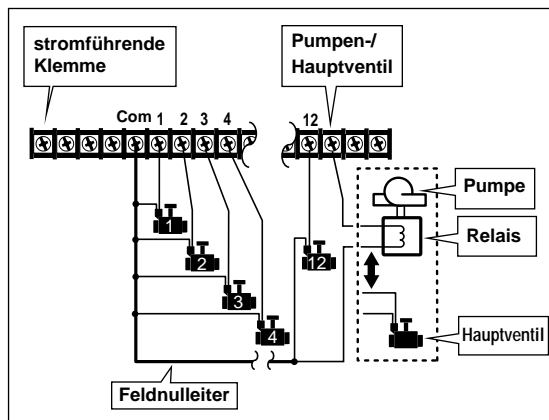

Abbildung 8 - Schaltdiagramm für den Anschluß der Feldkabel
1. Um einen Feldnullleiter herzustellen, das weiße Kabel an einem der beiden Kabel jede Regnermagnetventils und an einem der beiden Kabel des (auf Wunsch erhältlichen) Pumpenstartrelais oder Hauptventils anschließen. Siehe **Abbildung 8**.